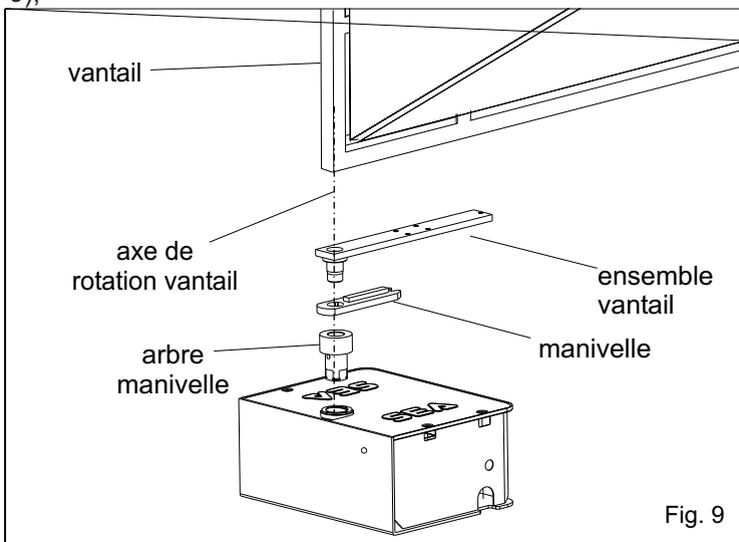

Fig. 9
3.1. Positionner le vantail du portail sur l'ensemble vantail, faisant référence à l'axe de rotation du charnier du vantail (Fig. 9);